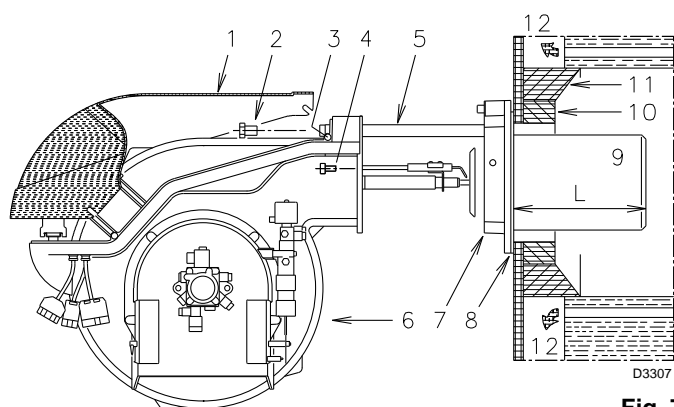
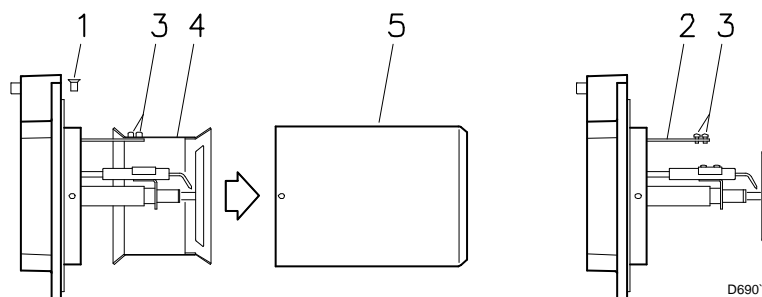

Fig. 7
Fig. 8
4.4 Comprimento do tubo de fogo (Fig. 7)
Para as caldeiras com a frente refrigerada por água, não é necessário o revestimento refractário (10)-11) (Fig. 7), excepto se o fabricante da caldeira assim o indicar.
4.5 Fixação do queimador à caldeira (Fig. 8)
- Desaparafusar os parafusos (1) (Fig. 8) e desmontar o tubo de fogo (5)
- Desaparafusar os parafusos (3) e retirar o obturador (4)
- Aparafusar os parafusos (3) no suporte (2)
- Voltar a montar o tubo de fogo (5) e fixá-lo com os parafusos (1)
Uma vez efectuada esta operação, fixar a flange (7) (Fig. 7) à placa da caldeira, intercalando a junta (8) fornecida. Usar os 4 parafusos fornecidos, depois de haver protegido a rosca com um produto antibloqueio (massa para altas temperaturas, compounds, grafite).
- Abrir o queimador sobre as guias como se indica (Fig. 7 Pág. 10).